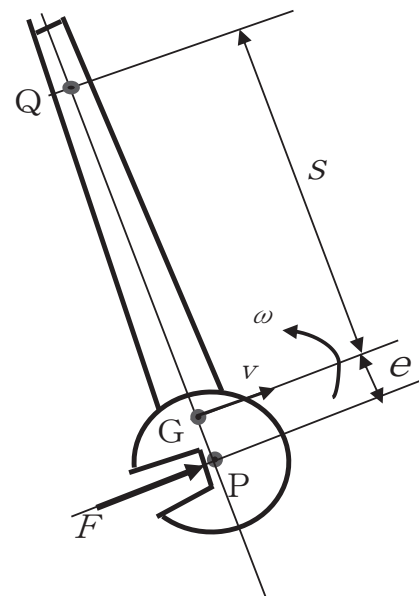

図3
- (1) 今、ハンマ部を取り出した図3において
- (2) 図3に示すようにPGの延長線上にあるG点からの任意の距離 s にある点(Qとする)の速度 v' は、以下のようになる。